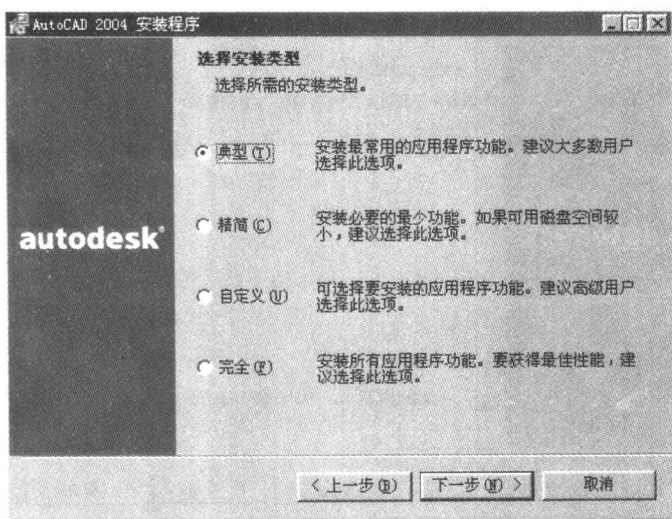

图 1.9 “安装类型” 窗口
- (7) 打开如图 1.9 所示的“选择安装类型”窗口。该窗口中有“典型”、“精简”、“自定义”和“完全”4 个选项, 选择不同的选项在计算机上安装的 AutoCAD 2004 的内容是不完全相同的, 一般选择“典型”安装即可。